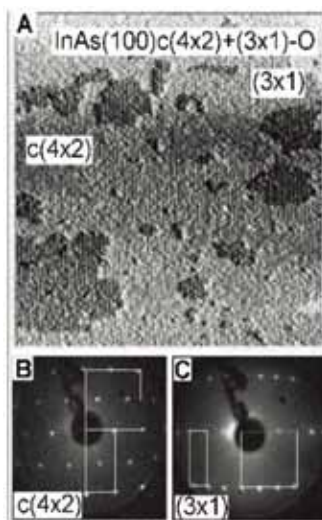

图2: (A) 经氧化 InAs (100) 表面的扫描隧道显微镜 (STM) 图像, (B) 和 (C) 与低能电子衍射 (LEED) 图像中亮点相对应, 表明该材料在较大范围内具有良好的结晶特性。
图2: 高分辨扫描电子显微镜 (HRSEM) 图像分别显示了 (a) 表面有凹槽的标准 GaAs 纳米线 (b) 双温度生长的 GaAs 纳米线 (NW) 和 (c) 高速率快速生长的 GaAs 纳米线, 它们均具有较小的形状锥度, 且表面无缺陷。每个标尺长度均为 200nm, *Y(vn) 代表垂直纳米线的良品率; 高分辨透射电子显微镜 (HRTEM) 图像显示了 (d) 具有有孪生缺陷的标准纳米线 (e) 双温度生长的纳米线 (f) 快速生长的纳米线都具有完整的闪锌矿晶体结构。 (g) 标准纳米线剖面 TEM 图像显示其为截顶的三角形状。图中插入的标尺刻度均为 5nm。